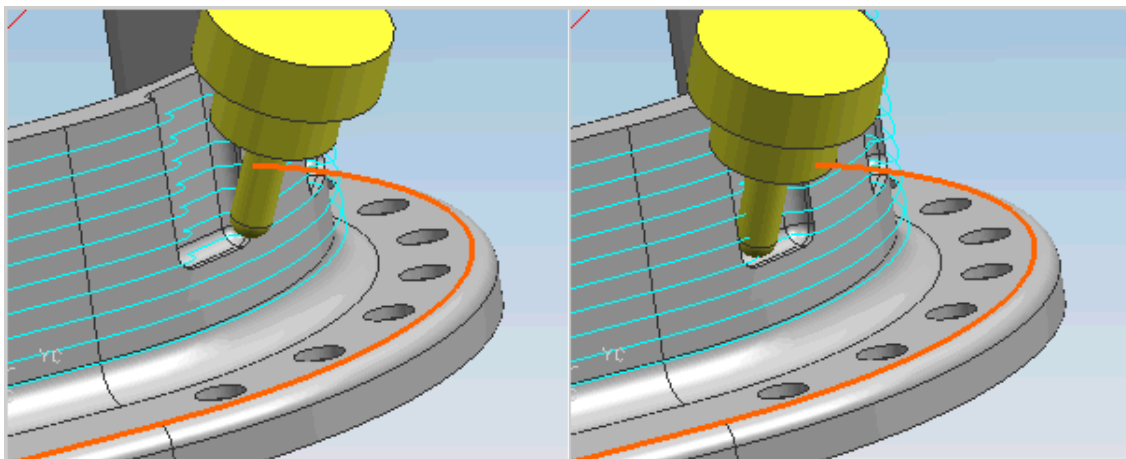

Рис. 1.15. Траектория с наклоном инструмента к кривой
- **К кривой(-ым) (*Toward curve*)** – наклоняет инструмент к ближайшей точке заданной кривой или кривых и сохраняет этот же наклон в углах (см. рис. 1.15, 1.16).